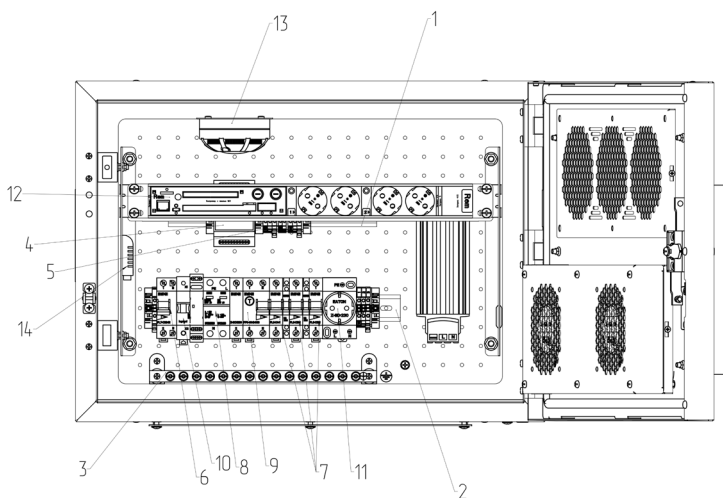

Рисунок 5. Общий вид шкафов серии ШТВ-Н, ШТВ-НН
На оцинкованной панели расположены две DIN-рейки с установленной аппаратурой (рис.5 поз.1 и 2) и шина заземления (поз. 3 рис. 5). На верхней DIN-рейке расположен терморегулятор (рис.5 поз. 4), гигростат и клеммная колодка (рис. 5 поз. 5).
- вводной автоматический выключатель QF1 (поз. 6 рис. 5)
- автоматические выключатели QF2, QF3, QF4 (поз. 7 рис. 5)
- ограничитель перенапряжения FV1 (поз. 8 рис. 5)
- УЗО QA1 (поз. 9 рис. 5)
- индикатор напряжения HL1 (поз. 10 рис. 5)
- модульная розетка XS1 (поз. 11 рис. 5)
- шина заземления XT/PE (поз.3 рис.5)
- контроллер А2 (поз.12, рис. 5)
- датчик влажности и температуры цифровой ВК2 (поз. 14, рис. 5);
- модуль управления микроклиматом А1 (поз.4, рис. 5, только в шкафах с исп. Т1 вместо биметаллического термостата);
- извещатель пожарный дымовой ВК1 (поз.13, рис.5);